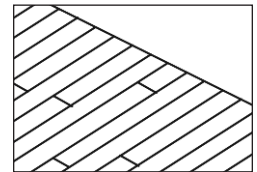

Figura No. 6 (Alineación Preferida)
- Tener cuidado y ponga los extremos de las duelas escalonados en las hileras adyacentes por lo menos 6 pulg. (15 cm) cuando sea posible (Figura No. 6). Esto ayudará a asegurar una apariencia general más favorable del piso.